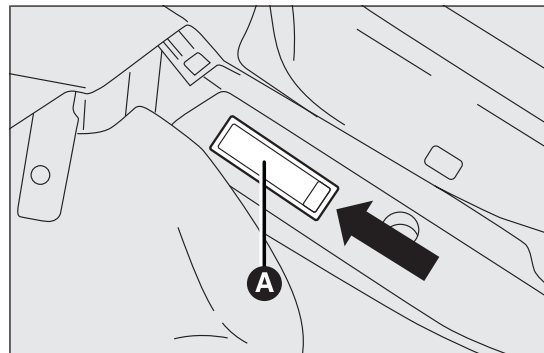

РИС. 140
- с помощью отвертки из комплекта инструментов извлечь плафон А РИС. 140, воздействуя в точке, обозначенной стрелкой;